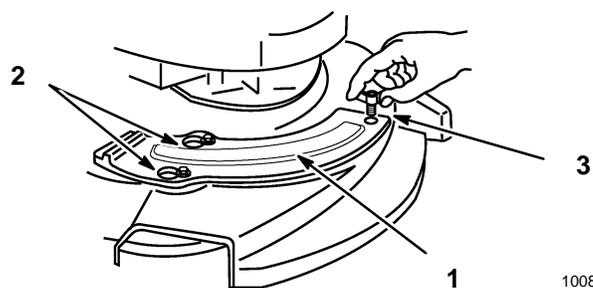

Figure 41
6. Glisser la plaque de paillage sur les boulons à embase (Fig. 41).
8. Fixer la plaque de paillage à l'aide de la vis papillon (Fig. 41).